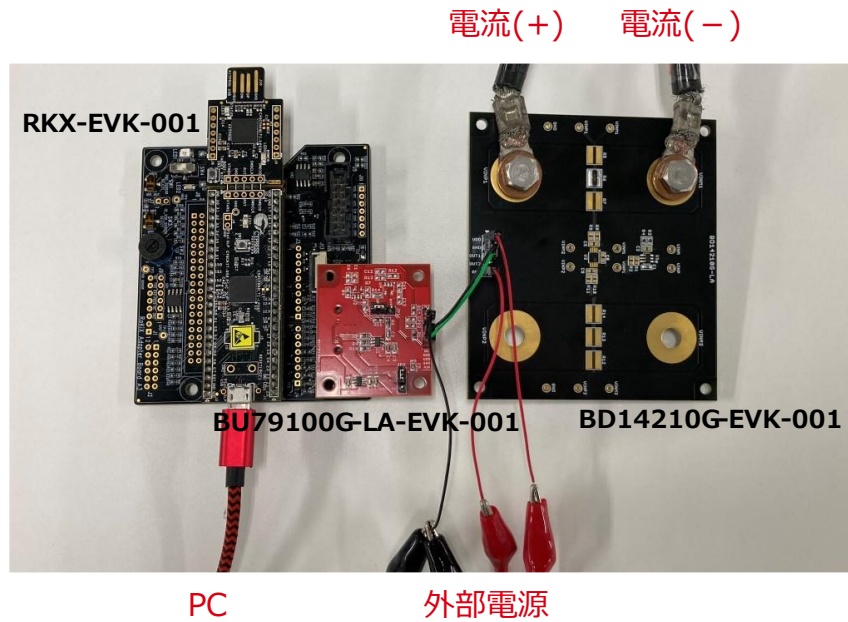

Figure 6. RKX-EVK-001 と BU79100G-LA-EVK-001 の接続
3. BU79100G-LA-EVK-001 を RKX-EVK-001 に接続し、USB ケーブルを用いて RKX-EVK-001 を PC に接続 (Figure 6)